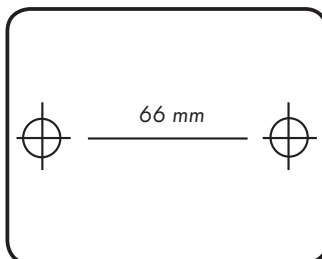
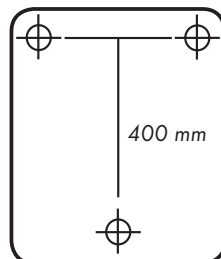

Abb. 2: Bohrlöcher
Abb. 3: Bohrlöcher
1. Markieren Sie die 2 Bohrlöcher unter Berücksichtigung der in Abbildung 2 angegebenen Abstände. Bei der Montage mit Handtuchhalterung werden 3 Bohrlöcher benötigt. (Abb. 3)